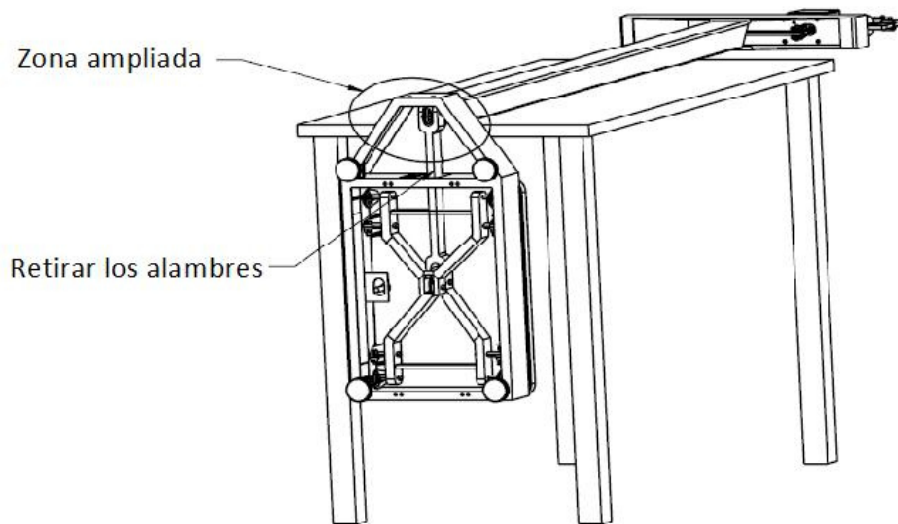

Fig. 4 - Conexión de la romana
1. Coloque la columna sobre una mesa (fig. 4).